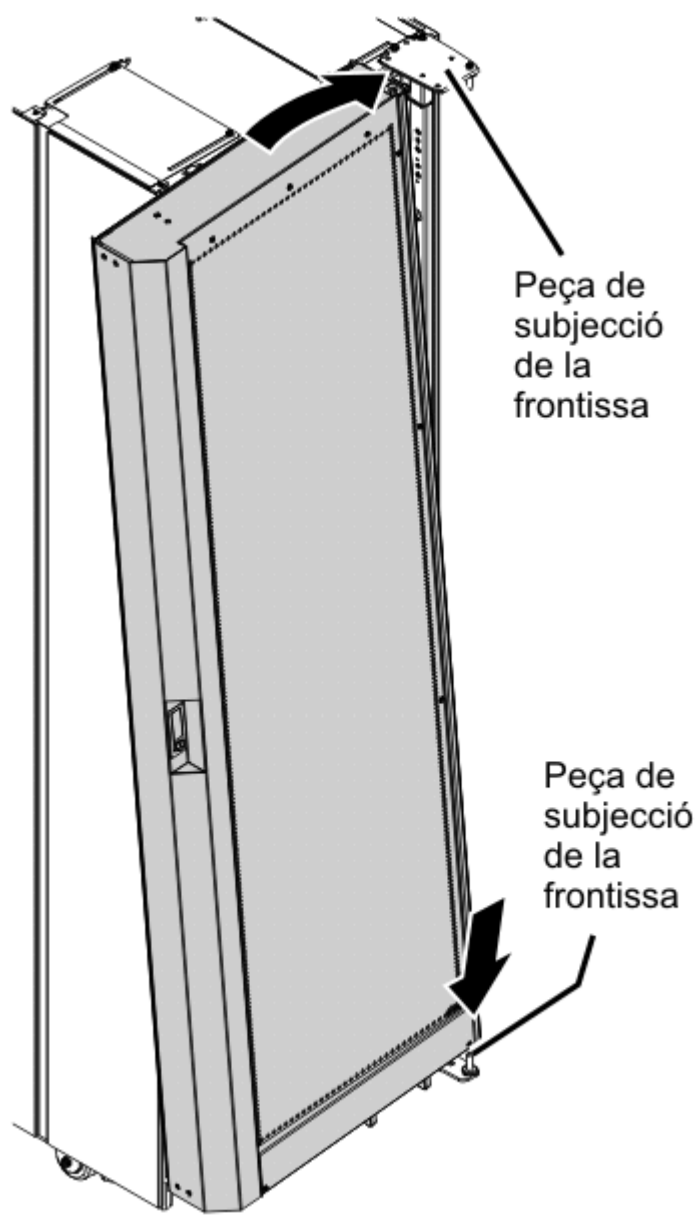

Figura 106. Alineació del forat inferior amb el pivot de la frontissa
19. Pressioneu la part superior de la peça de subjecció de la frontissa. Alineu la part superior del pivot de la frontissa amb el forat de la peça de subjecció de la frontissa, tal com es mostra a la Figura 106 a la pàgina 157.